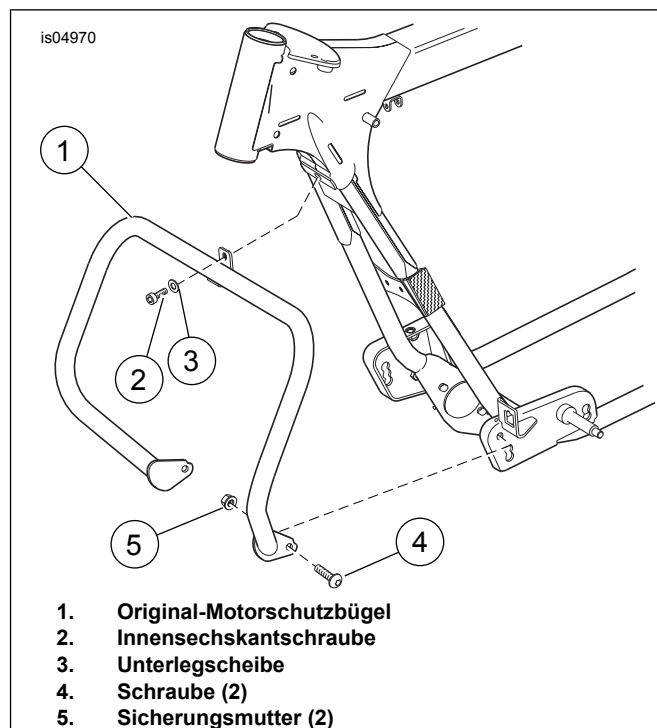

Abbildung 3. Motorschutzbügel einbauen
1. Siehe Abbildung 3. Die zwei Schrauben (4) und Sicherungsmuttern (5) entfernen, mit denen die Unterseite der Original-Motorschutzbügel (1) am Rahmen des Motorrads befestigt ist.
2. Die Innensechskantschraube (2) und Unterlegscheibe (3), mit der Oberseite des Schutzbügels befestigt ist, entfernen und entsorgen. Der Motorschutzbügel vom Rahmen entfernen, dabei darauf achten, die Oberfläche des Motorrads nicht zu zerkratzen.